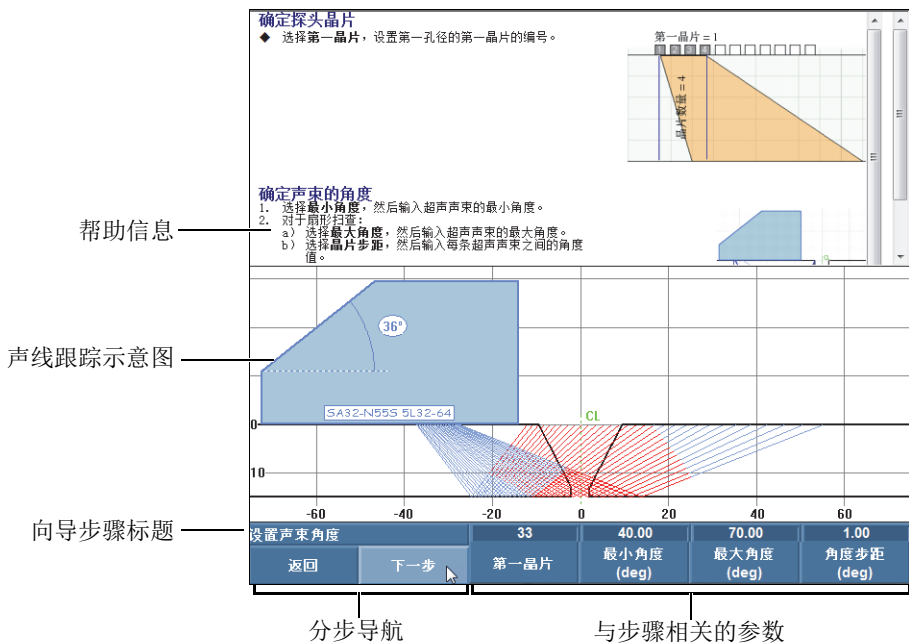

图 4-1 向导步骤中的各个部分
**向导**菜单为用户提供分步指导帮助，可使用户针对自己的应用，快捷轻松地创建完整的设置（参见第 98 页的图 4-1）。分步设置的方式可确保用户不会忘记对参数做出更改。与每个向导步骤相关的帮助屏幕提供有关要设置参数的具体信息。